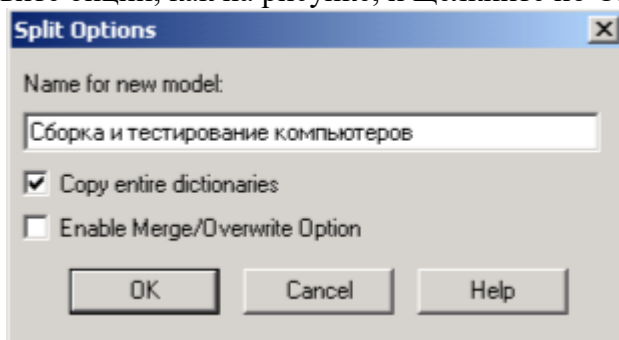

Рисунок 15 - Результат выполнения упражнения 4
2. В диалоге SplitOption внесите имя новой модели «Сборка и тестирование компьютеров», установите опции, как на рисунке, и щелкните по ОК (Рисунок 15.)